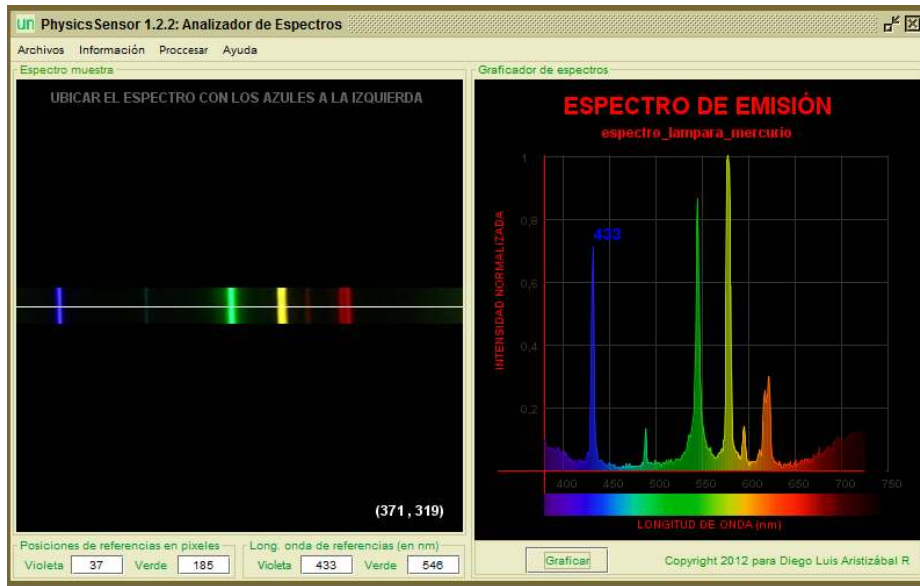

Figura 8.7: Calibración de la gráfica correspondiente al espectro del mercurio
- ✓ Para calibrar la gráfica se utilizará la información conocida respecto a las líneas espectrales del azul y del verde. Ubicando el puntero del ratón sobre la línea azul del espectro (en el panel izquierdo) se puede observar que su posición en pixeles es igual a 37; de la misma forma se observa que la posición del verde es igual a 185 pixeles. Esta información se introduce en los correspondientes campos de texto ubicados en la parte inferior del lado izquierdo de la ventana: 37 en el primero y la correspondiente longitud de onda, 433 nm, en el tercero; 185 en el segundo y la correspondiente longitud de onda, 546 nm, en el cuarto, Figura 8.7. Hacer de nuevo clic en el botón **Graficar**: la gráfica desplegada está debidamente calibrada.